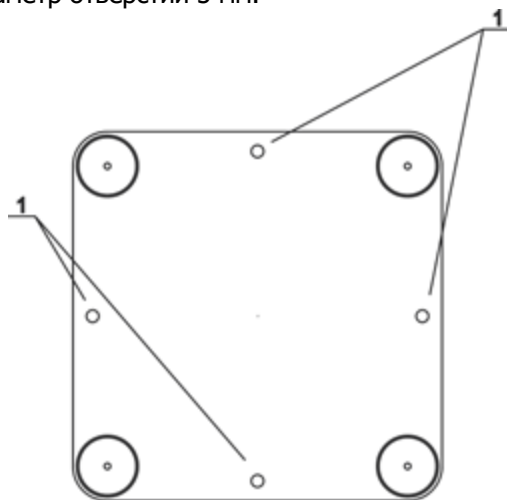

Рисунок 4 Внешняя панель Comfort AIR+
- Закрепить заднюю стенку корпуса внешней панели на стене через крепежные отверстия стенки (рис.4, поз.1). Диаметр отверстий 5 мм.